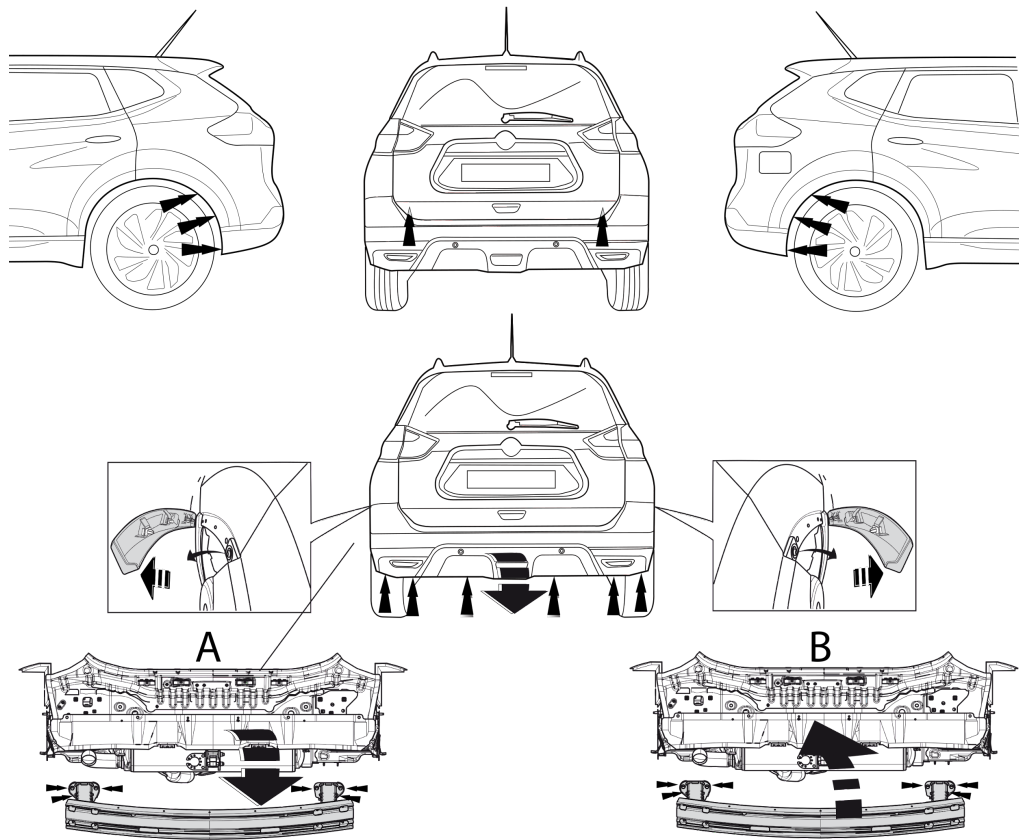

Fig. 1
1. Снять бампер вместе со буферным брусом автомобиля. См. рисунок 1.